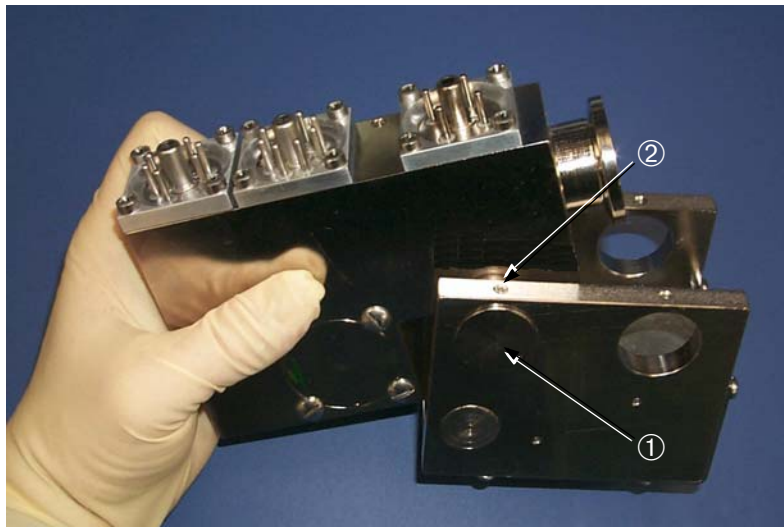

Figura 4-8 Tornillos de Ajuste de los Imanes de Ajuste
Si el montaje del imán no se desliza hacia fuera fácilmente, puede ser necesario aflojar los imanes de ajuste ① retirando los tornillos de ajuste ② situados en ambos lados del montaje (Figura 4-8). No extraiga los tornillos fijos ni los imanes de ajuste completamente.